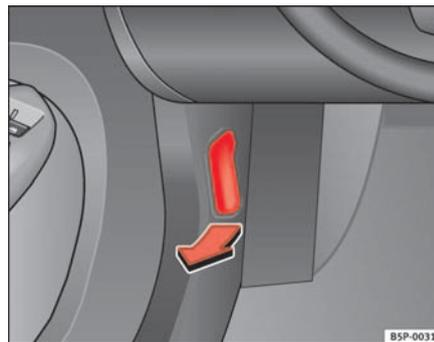

Fig. 151 Détail du plancher côté conducteur : levier de déverrouillage du capot-moteur
- Tirez sur le levier qui se trouve sous le combiné d'instruments ⇒ page 214, fig. 151 dans le sens indiqué par la flèche. Le capot se débloque grâce à l'action du ressort ⇒ .